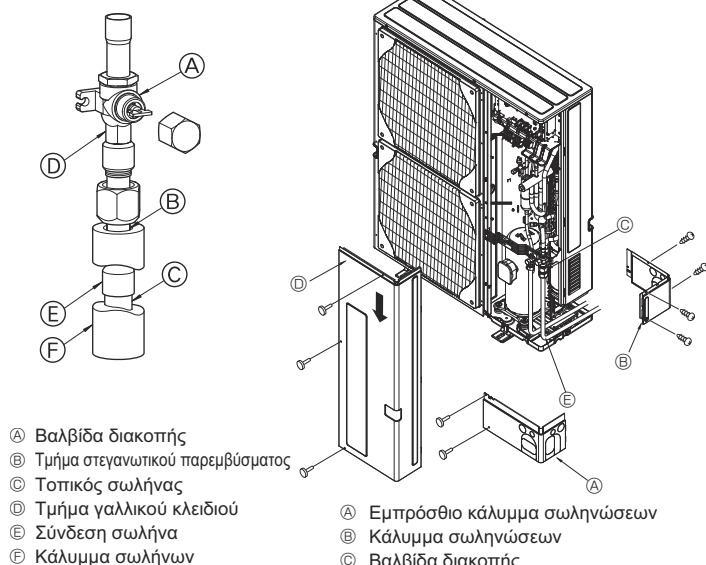

Fig. 4-3
- Ακολουθήστε την παρακάτω διαδικασία για να συνδέσετε τη σωληνώση αερίου. (Fig. 4-3) (SHW230)